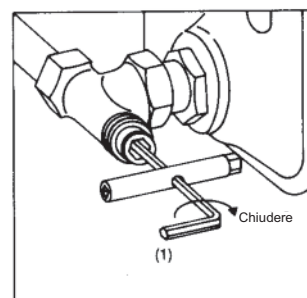

Fig. 4
- 2.2 Chiudere il cono valvola con chiave esagonale a brugola da 4 (1) girando in senso orario (Fig. 4).